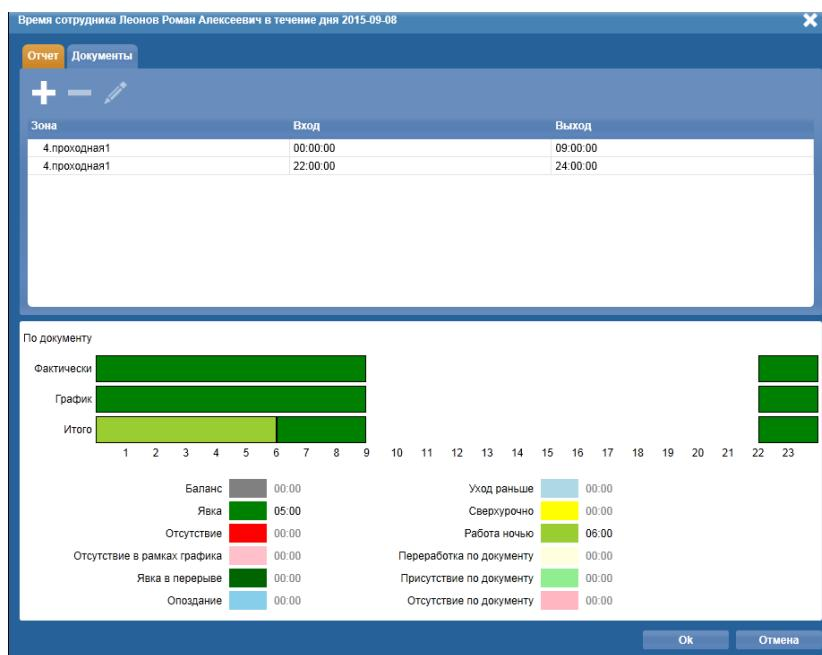

Рисунок 62. Окно Время сотрудника. Работа ночью
- **Работа ночью** - данный интервал заменяет интервал Явки, если часы явки совпадают с ночными часами организации. Если установлен дневной график без интервалов и с заданной **обязательной продолжительностью скользящего графика** (т.е. свободный), то часы "фактически" в УРВ будут записываться в значение "Работа ночью" (а не в сверхурочные). При этом часы «Фактически» должны совпадать с ночными часами организации (Рис. 62).